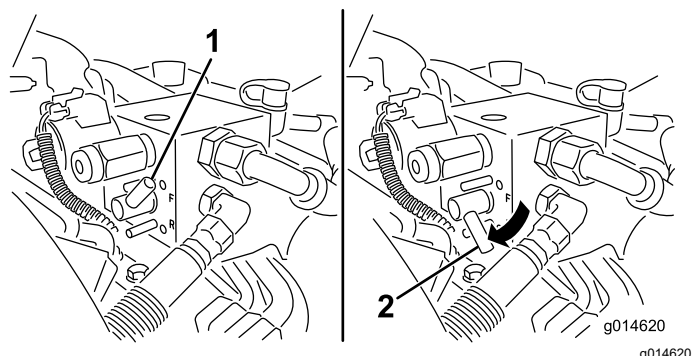

Figura 57
5. Rode a alavanca de retificação para a posição PARA TRÁS (R) (Figura 57).